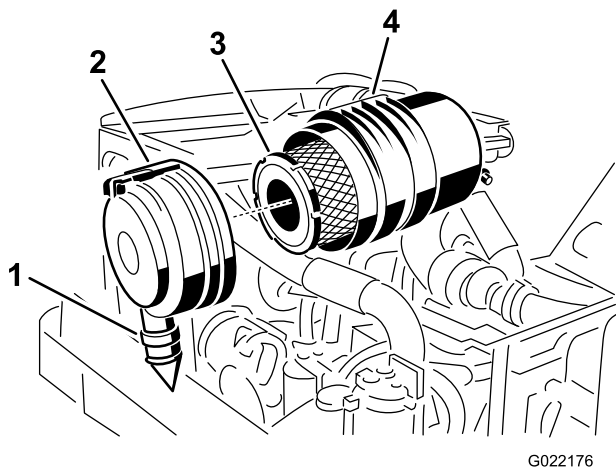

Bild 119
4. Entfernen Sie den Hauptfilter (Bild 119).